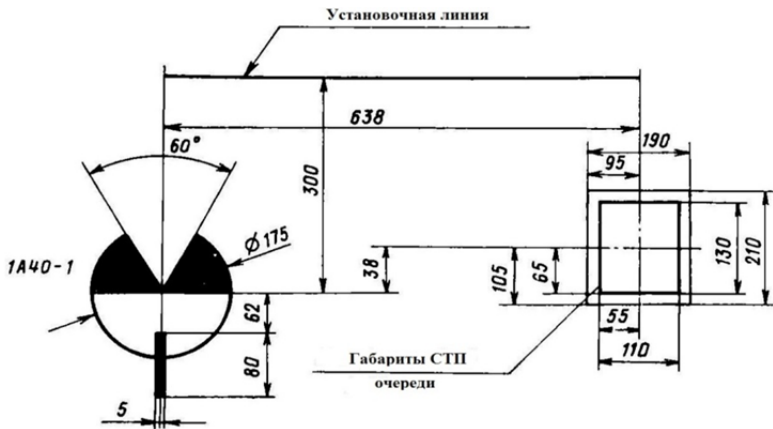

Рис. 2.8. Пристрелочная мишень
- установить пристрелочную мишень (рис. 2.8) на расстоянии $100 \pm 0,5$ м от дульного среза ствола пушки так, чтобы горизонтальная установочная линия мишени была параллельна линии вершин прицельных марок;